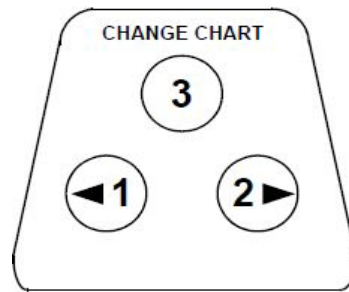

Figura 14. Botones del gráfico
2. Mantenga pulsado el botón de cambio de gráfico (n.º 3 en la *Figura 14*) durante aproximadamente un segundo. El marcador se desplazará hacia fuera de la escala.
3. Compare la temperatura del registrador con la de la solución. En caso necesario, ajuste el registrador pulsando los botones izquierdo y derecho del gráfico (n.º 1 y n.º 2 de la *Figura 14*) durante unos 5 segundos.